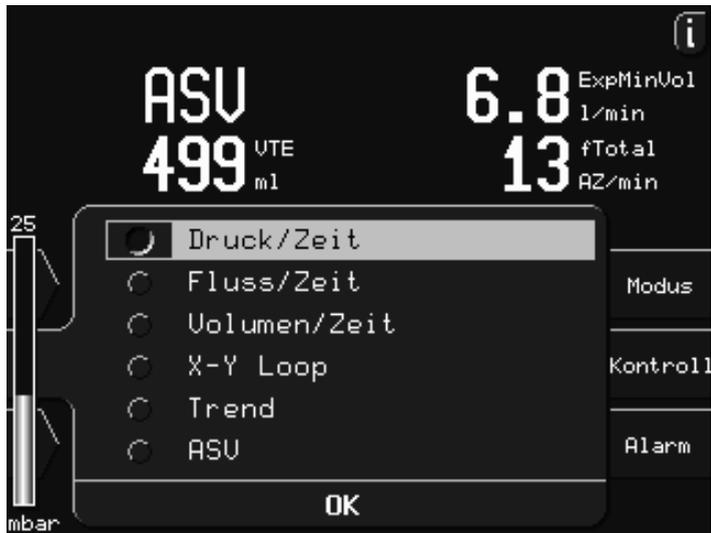

Abbildung 5-5. Fenster Grafikauswahl
Um die Daten anzusehen, drücken Sie die oberste linke Taste für numerische Patientendaten. Das erste Fenster öffnet sich (Abbildung 5-2). Wählen und öffnen Sie Fenster 2 (Abbildung 5-3), Fenster 3 (Abbildung 5-4) oder das Fenster mit den ASV-Monitoring-Parametern (Abbildung 5-5), indem Sie den Knopf drehen und drücken oder die entsprechende Taste drücken. Um diese Fenster zu schließen und zum Basisbildschirm zurückzukehren, wählen Sie **OK** und drücken anschließend den Knopf.
1. Drücken Sie die Taste Grafikauswahl, um das Fenster Grafikauswahl zu öffnen (Abbildung 5-5).